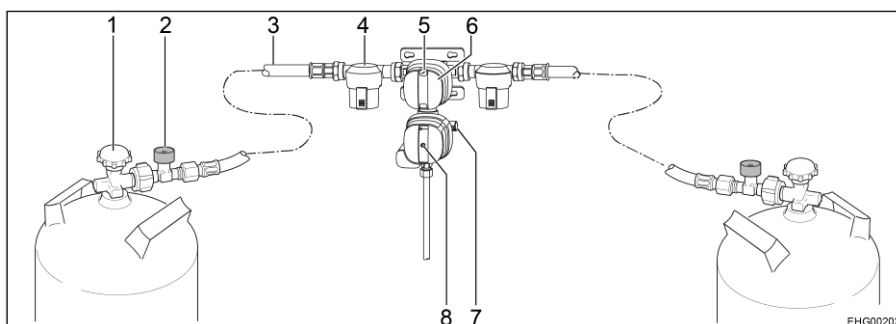

Fig. 83 Sistema de regulación de presión de gas de seguridad DuoControl CS
El sistema de regulación DuoControl se compone de una válvula selectora y el sensor de impacto. El sistema de regulación DuoControl está montado entre las mangueras de alta presión (Fig. 83,3) con dispositivo de seguridad en caso de rotura de manguera (Fig. 83,2). Con el botón giratorio (Fig. 83,6) en la válvula selectora se puede determinar cuál de las bombonas de gas se utilizará como bombona de servicio y cuál de ellas como bombona de reserva.
En la mirilla (Fig. 83,5) se indica el estado del suministro de gas:
El sensor de impacto bloqueará el suministro de gas en caso de un impacto significativo (p. ej. accidente). La posición del botón de restablecimiento amarillo (Fig. 83,8) indica el estado de funcionamiento del sensor de impacto:
- Si el botón de restablecimiento amarillo (Fig. 83,8) está hundido, el sensor de impacto está dispuesto para el funcionamiento.
- Si el botón de restablecimiento amarillo (Fig. 83,8) sobresale, el sensor de impacto **no** está dispuesto para el funcionamiento. Puesta en funcionamiento, véase más abajo.
El dispositivo de seguridad en caso de rotura de manguera (Fig. 83,2) bloqueará el flujo de gas si se rompe la manguera conectada. El dispositivo de seguridad en caso de rotura de manguera se deberá activar pulsando la tecla verde.
- Con el botón giratorio (Fig. 83,6) en la válvula selectora, seleccionar la bombona de gas de la que habrá de tomarse el gas principalmente (bombona de servicio). Girar el botón giratorio siempre hasta el tope.
- Abrir las llaves de paso principales (Fig. 83,1) de las bombonas de gas.
- Pulsar la tecla verde del dispositivo de seguridad en caso de rotura de manguera (Fig. 83,2) por aprox. 5 segundos. En la mirilla (Fig. 83,5) se visualizará la marca verde.
- Si el sensor de impacto ha disparado (el botón de restablecimiento amarillo (Fig. 83,8) sobresale):
Hundir el botón de restablecimiento amarillo (Fig. 83,8) con fuerza, girarlo ligeramente en sentido de las agujas del reloj y mantenerlo pulsado por aprox. 5 segundos. Asegurarse de que el botón de restablecimiento permanezca en la posición hundida ("dispuesto para el funcionamiento").
- Cerrar las llaves de paso principales (Fig. 83,1) de las bombonas de gas.
En caso de que luz de control verde (Fig. 84,6) se apague durante el servicio y se encienda la luz de control roja (Fig. 84,5), estará vacía la bombona de servicio y se deberá cambiar. En la mirilla (Fig. 83,5) de la bombona de gas perteneciente se visualizará la marca roja. La bombona de reserva seguirá suministrando gas a los consumidores de gas.
- Girar el botón giratorio (Fig. 83,6) hasta el tope en sentido de la bombona de gas utilizada de momento. De este modo, esta bombona de gas ahora será la bombona de servicio y la bombona de gas vacía se convertirá en la bombona de reserva. La marca en la mirilla (Fig. 83,5) cambiará de rojo a verde.
- Cerrar la llave de paso principal (Fig. 83,1) de la bombona de gas vacía. Observar el sentido de la flecha.
- Pulsar la tecla verde del dispositivo de seguridad en caso de rotura de manguera (Fig. 83,2).